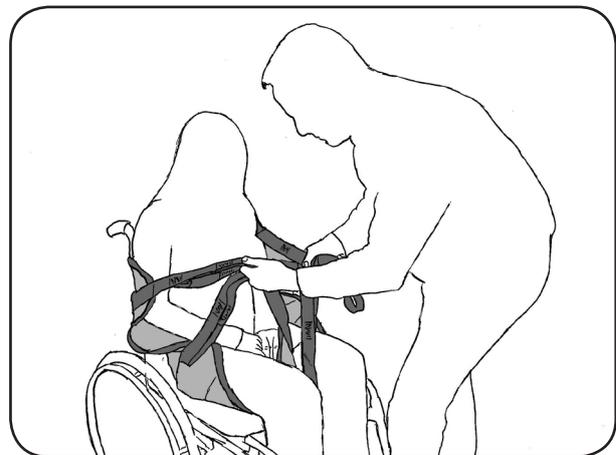

Abb. 8.3.02 – Liftergurt hinter dem Rücken des Patienten positioniert
5. Führen Sie die Beinstützen von aussen nach innen unter den Oberschenkeln des Patienten durch, so dass die Beinschlaufen zwischen den Oberschenkeln liegen. Achten Sie darauf, dass die Beinschlaufen gleich lang sind. Straffen Sie die Beistützen durch seitliches Ziehen, damit sie faltenfrei anliegen. Ordnen Sie die Schultergeschlaufen rechts und links von den Schultern des Patienten an (Abbildung 8.3.02).